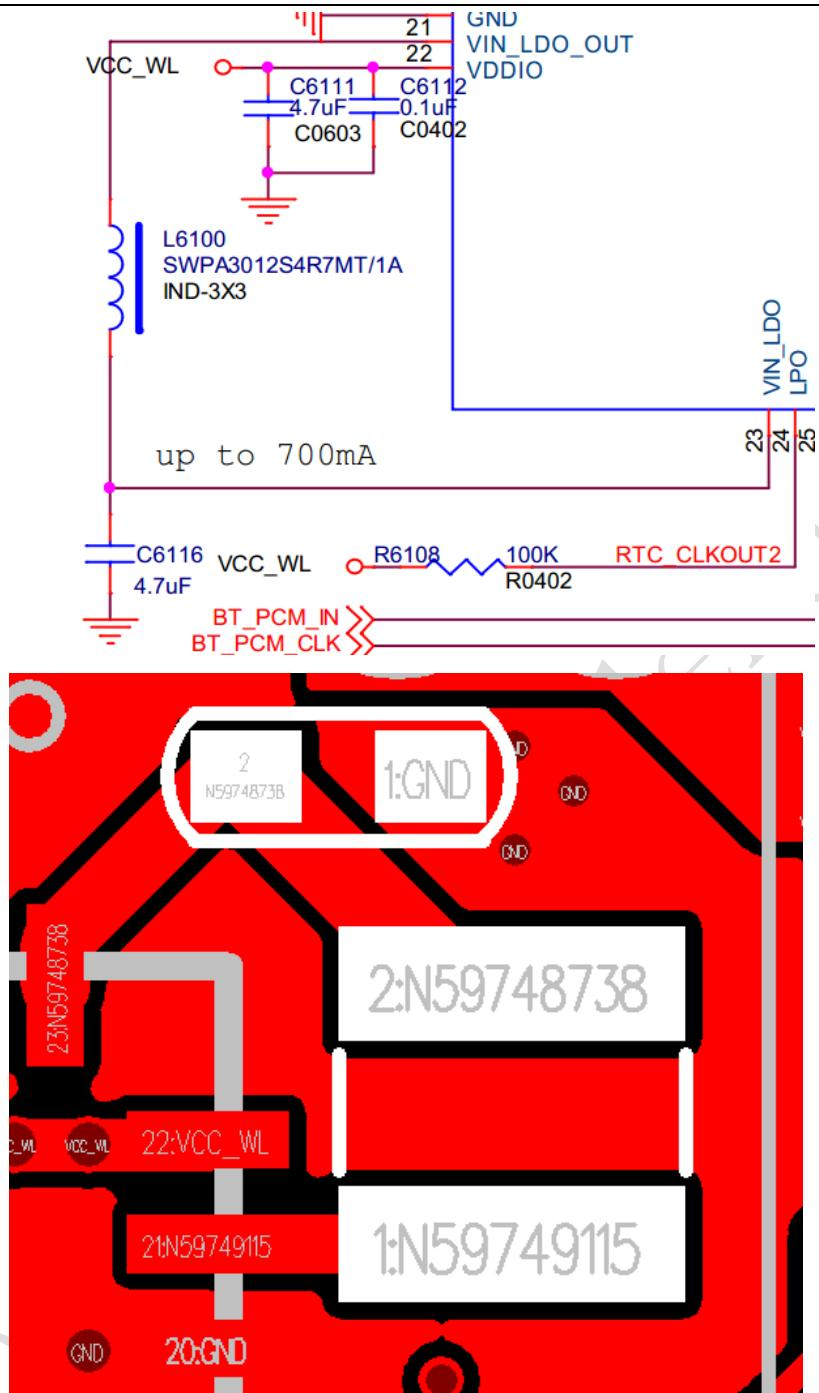

图23-9
- 如图23-9中，模块内部电源的电感L6100和电容C6116需靠近模块放置，走线线宽大于15mil；